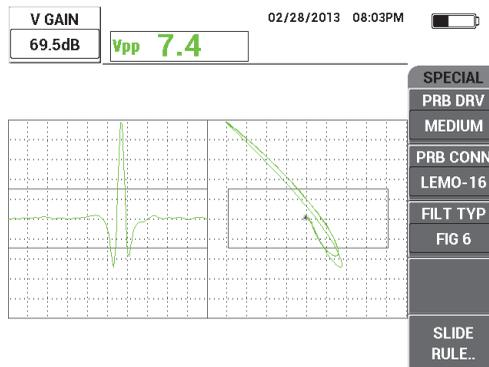

Figura 5-67 Regolazione del guadagno verticale
- Premere due volte il tasto GAIN (**dB**) ed in seguito aumentare il parametro **GUAD.VER.** (guadagno verticale) fino a quando il segnale dell'intaglio raggiunge l'altezza dello schermo intero (100% verticale) [vedere Figura 5-67 a pagina 187].